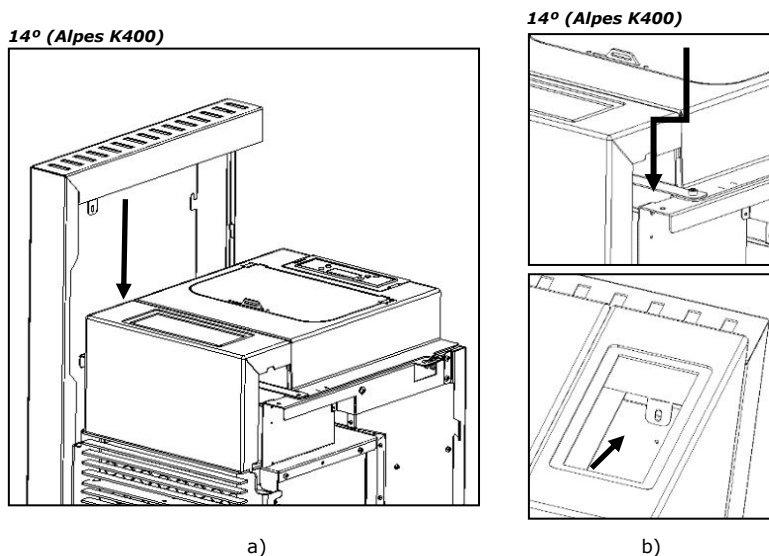

Figure 64 - Les onglets sur les structures latérales
p) En partie supérieure, la languette doit passer entre la structure de la machine et la finition frontale comme montre la Figure 64.
q) Après le montage de la partie latérale visser celle-ci à la structure de la machine. Dans le cas de Alpes K400, utiliser deux vis **A** (DIN 912 M5x12) et deux écrous **B** (M5 DIN 6923) dans les trous préparés à cet effet, voir la figure 64-A et B.